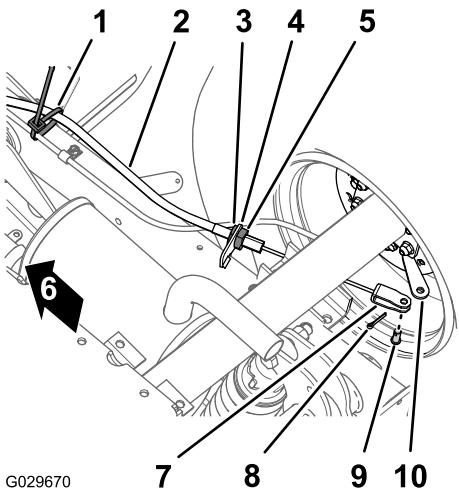

Figure 40
- Au bas de la machine, retirez l'attache-câble qui maintient le câble de frein de stationnement sur la conduite de frein de service (Figure 40).
- Tracez une bande de rotation sur l'écrou de blocage avant du câble de frein de stationnement (Figure 40).
3. Desserrez l'écrou de blocage arrière et détachez le câble de son support (Figure 40).
4. Retirez la goupille fendue et l'axe de chape qui fixent la chape du câble de frein de stationnement au levier actionneur et séparez le câble du levier (Figure 40).
1. Acheminez le dispositif de réglage fileté du câble de frein de stationnement jusqu'au support du câble et la chape jusqu'au levier actionneur de frein (Figure 40).
3. Alignez le dispositif de réglage fileté du câble de frein de stationnement sur le support du câble, et serrez l'écrou de blocage arrière (Figure 40).